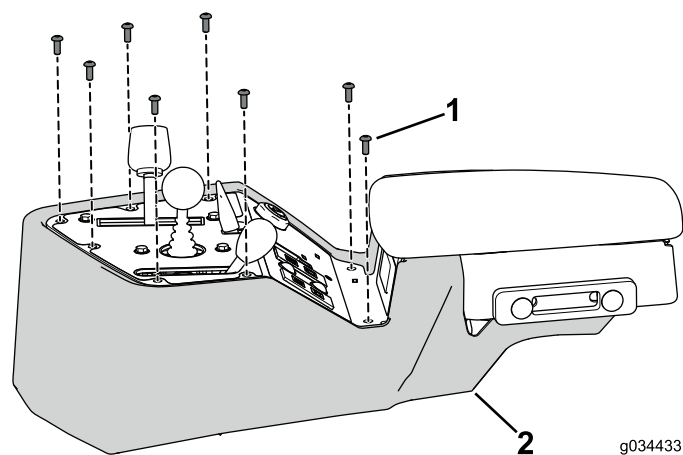

Figura 32
1. Utilizzate gli 8 bulloni rimossi in precedenza per fissare il coperchio della console al gruppo console (Figura 32).